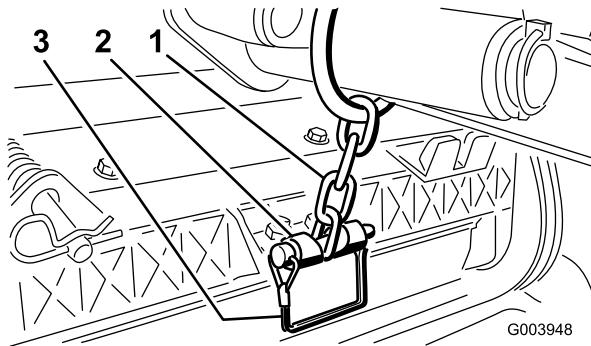

Figura 19
- Fissate la catena del braccio di sollevamento alla staffa della catena, usando il perno di ritenuta (Figura 19).